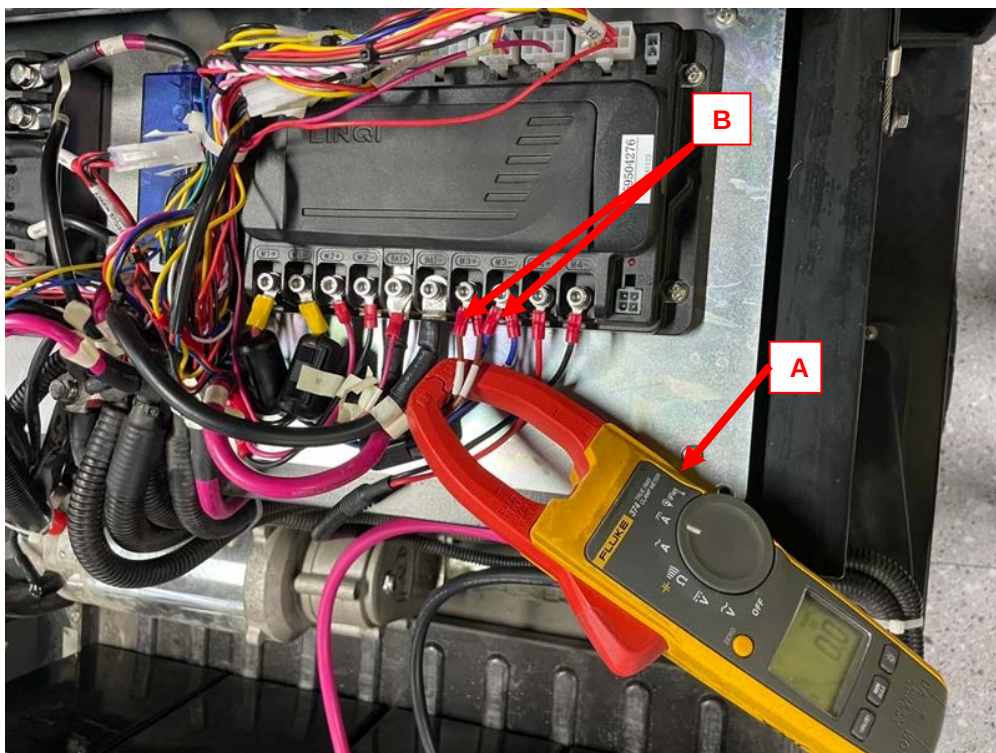

Figure 59
2. Appliquer une pince ampérométrique (A, figure 59) sur l'un des fils des moteurs de brosses latérales (B, figure 59).